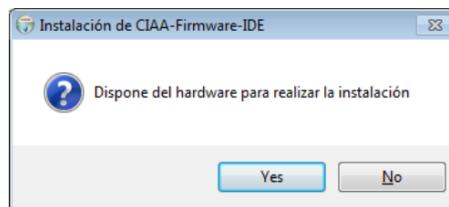

Figura 10: Instalación de los drivers: primera instancia
- Luego de dicha configuración, se inicia automáticamente el proceso de instalación. En un momento aparecerá una ventana emergente, similar a la que se muestra en la Figura 10, en donde el programa pregunta si se dispone del hardware, pues para la instalación del driver es necesario conectar la placa.